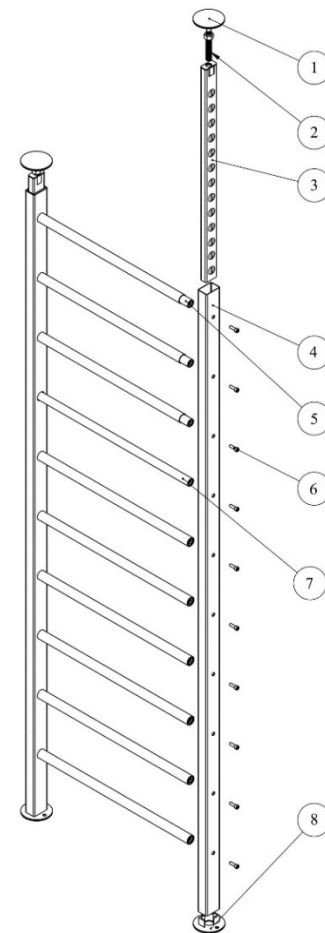

Рис.1
7.1 Собрать и установить изделие согласно рис. 1